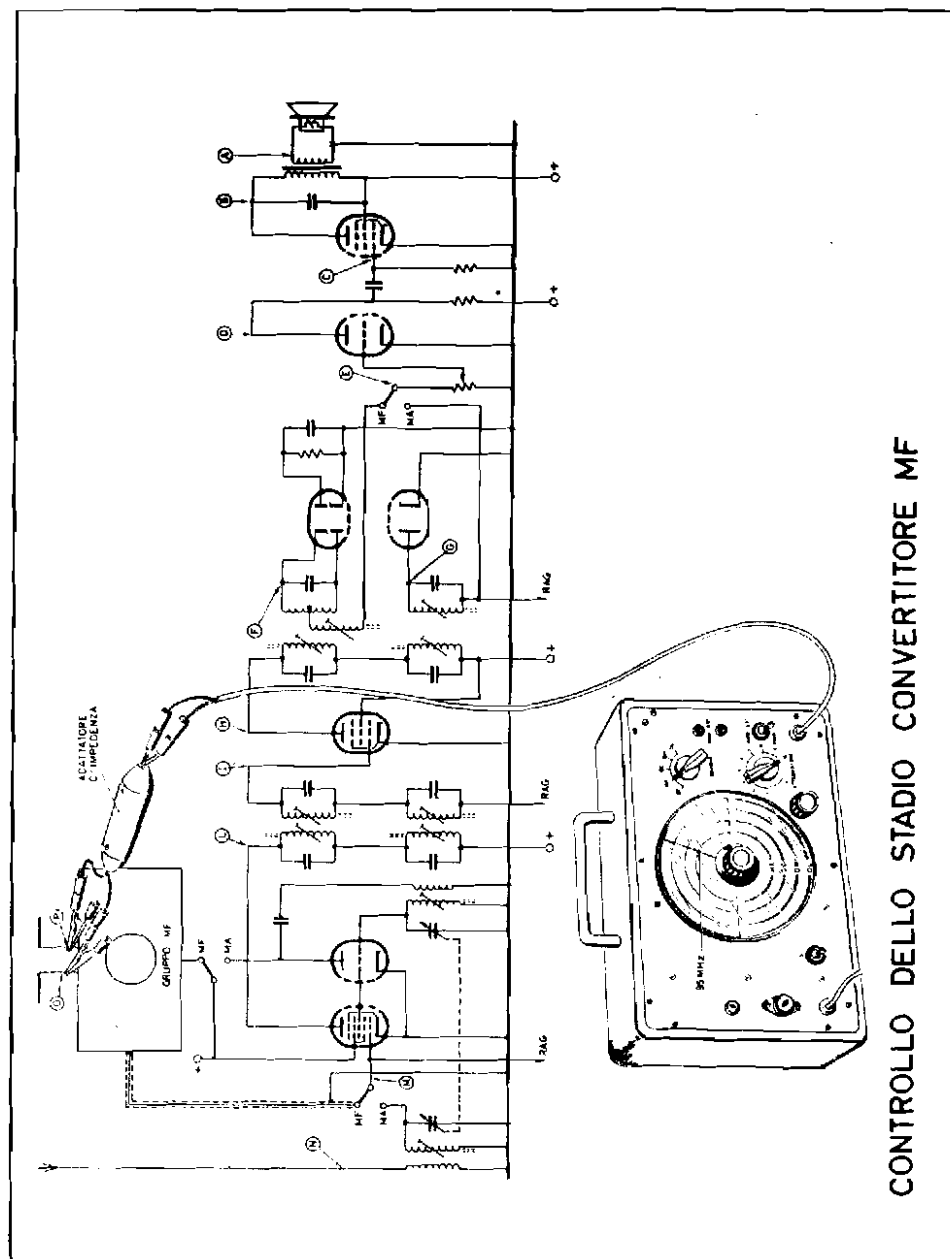

Fig. 8
- Si stacca il condensatore dal coccodrillo collegato al conduttore interno del cavetto d'uscita e si collegano i due estremi del cavetto d'uscita alle prese unipolari dell'adattatore d'impedenza, e precisamente la banana rossa del cavetto d'uscita alla presa unipolare rossa e la banana nera alla presa nera. Si innestano le due banane dell'adattatore nella presa d'antenna MF, oppure si collegano le due banane, mediante due coccodrilli, ai capicorda del gruppo MF relativi all'antenna, cioè nei punti O e P indicati nella *fig. 8*.